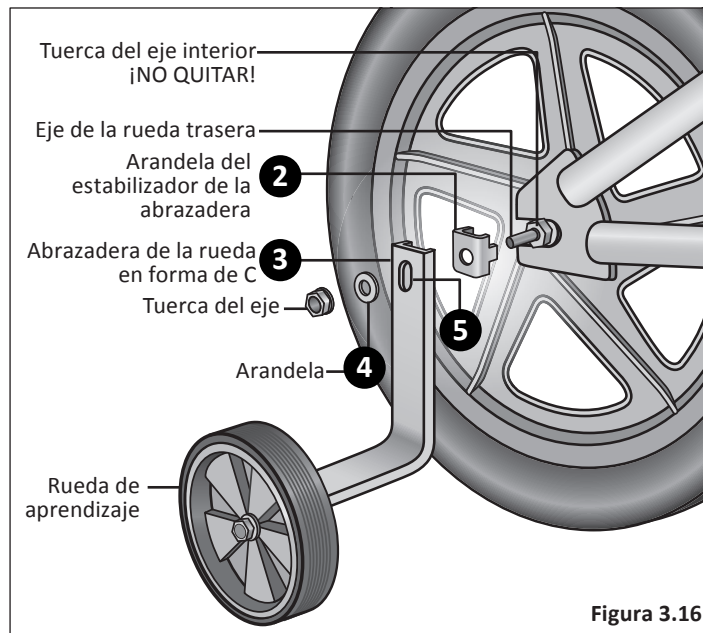

Figura 3.16
- 1 Quite la tuerca y la arandela externas del eje de la rueda trasera **Figura 3.16**